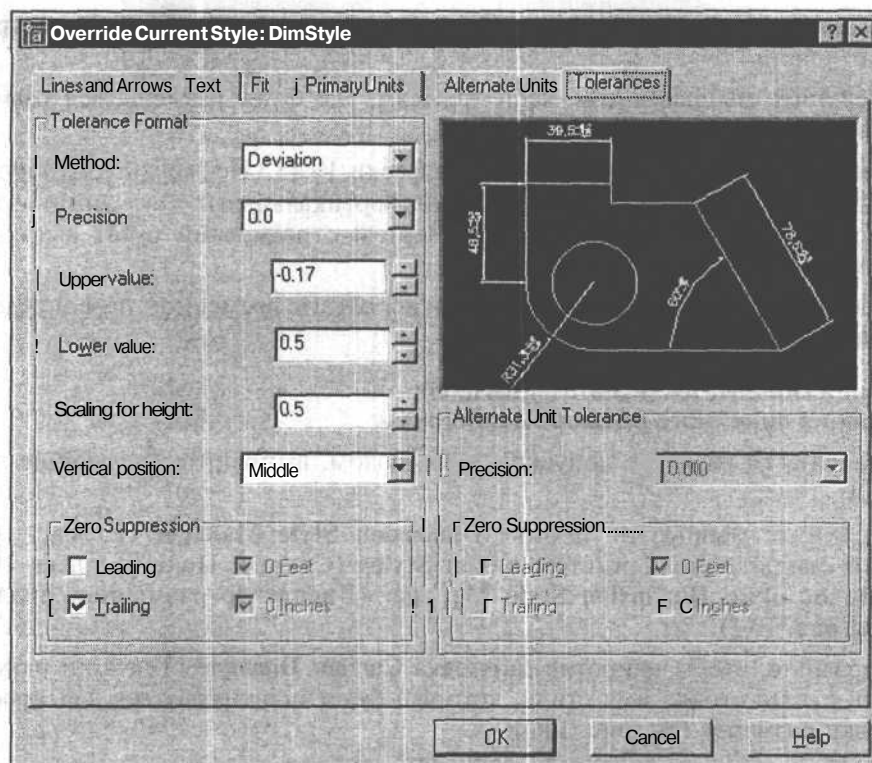

Рис. 11.6. Диалоговое окно **Override Current Style**
3. Щелкните мышью на кнопке **Override** (Переопределить) для вызова диалогового окна **Override Current Style** (Переопределение текущего стиля), в котором временно переопределите свойства стиля на вкладке **Tolerances** (Допуски) (рис. 11.6).